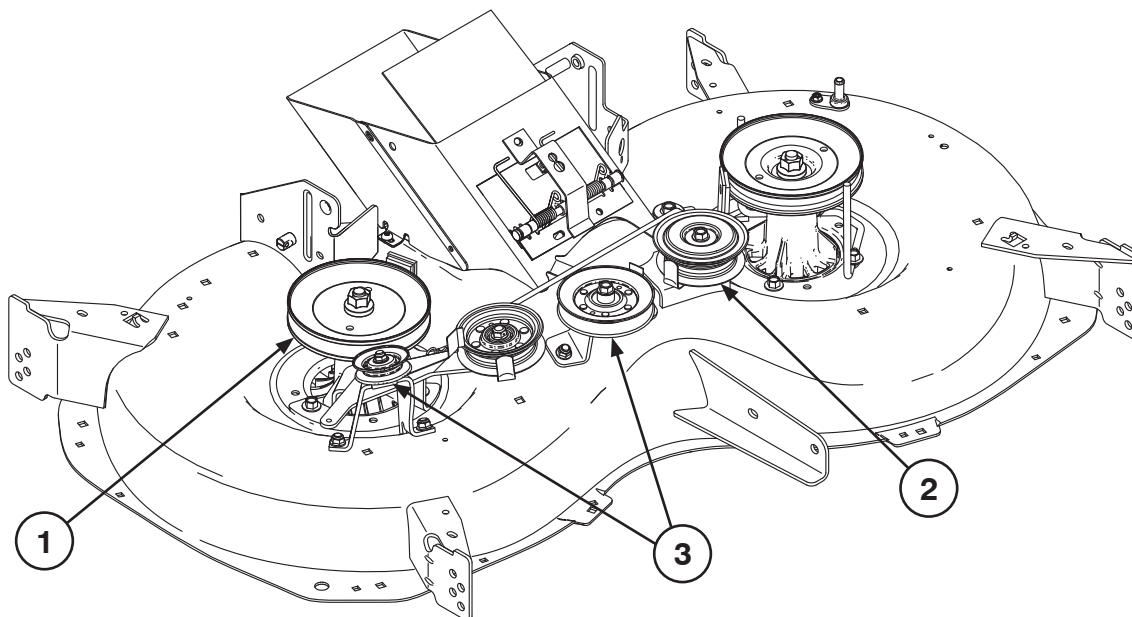

Fig. 5
- Ⓒ 7. Attach pulley to mandrel (1) with nut and attach idler arm components as shown. Reattach LH stationary idler pulley (2) to deck (See Fig. 5).
- Ⓓ 7. Befestigen Sie die Riemenscheibe mit der Mutter an der Spindel (1) und befestigen Sie die Spannrollenarmkomponenten wie dargestellt. Bringen Sie die linke feststehende Riemenscheibe (2) wieder am Schneidwerk an (siehe Abb. 5).
- Ⓕ 7. Fixez la poulie du mandrin (1) à l'aide d'un écrou et fixez les composants du bras de renvoi, comme illustré. Refixez la poulie guide stationnaire gauche (2) au carter (voir Fig. 5).
- Ⓔ 7. Fije la polea en el mandril (1) con una tuerca y fije los componentes del brazo tensor como se indica. Vuelva a instalar la polea tensora fija izquierda (2) en el equipo (consulte la Fig. 5).
- Ⓘ 7. Fissare la puleggia al mozzo porta lama (1) con il dado e fissare i componenti del braccio tenditore come mostrato in figura. Ricollegare la puleggia del galoppino fissa SX (2) al piatto (vedere Fig. 5).
- Ⓝ 7. Bevestig de poelie aan de as (1) met de moer en bevestig de onderdelen van de geleiderolarm zoals afgebeeld. Bevestig de linker stationaire geleidepoelie (2) weer aan het dek (zie afb. 5).
- Ⓒ 8. Bolt bracket assemblies (3) to deck (Fig. 5).
- Ⓓ 8. Schrauben Sie die Halterbaugruppen (3) an das Schneidwerk (Abb. 5).
- Ⓕ 8. Boulonnez les ensembles de support (3) sur le carter (Fig. 5).
- Ⓔ 8. Atornille los conjuntos de soporte (3) en el equipo (Fig. 5).
- Ⓘ 8. Avvitare i gruppi delle staffe (3) al piatto (Fig. 5).
- Ⓝ 8. Bevestig de steunen (3) met moeren op het dek (afb. 5).